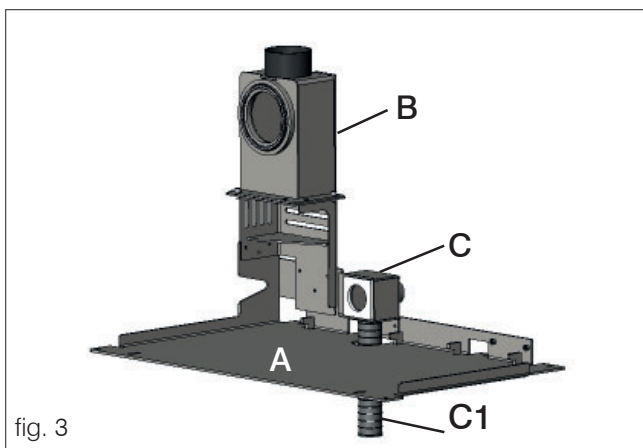

fig. 3
- Steek het rookgaskanaal (niet bijgeleverd) op het rookkanaal (B) en de buis van Ø 40 mm (C1 - niet bijgeleverd) op het kanaal voor de primaire lucht (C). De buis van Ø 40 mm (C1 - niet bijgeleverd) kan van onder de basisplaat worden geïnstalleerd (A) zie afb. 3.